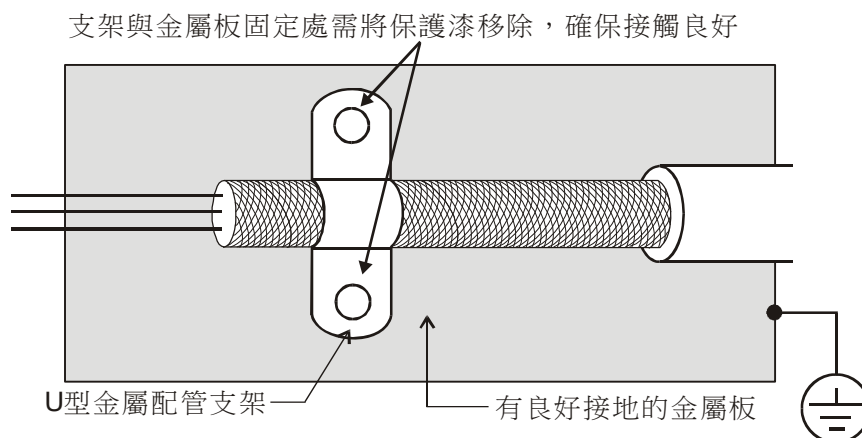

图 7-55
2. U 型金属配管支架与金属板固定处需将保护漆移除，确保接触良好，请见图 7-55 所示。